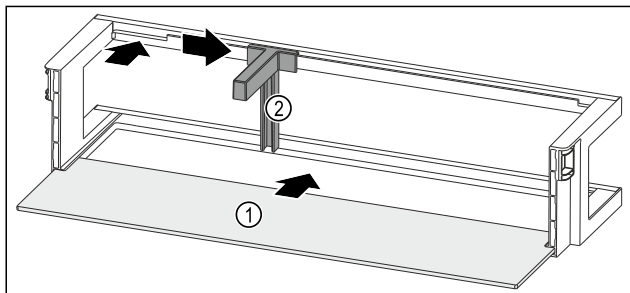

Fig. 217 Дверная полка со съемной полкой
- ▶ Вдвиньте съемную полку Fig. 217 (1) в боковые пазы.
- ▶ Установите держатель для бутылок Fig. 217 (2) в выемку.
- ▶ Сместите держатель для бутылок Fig. 217 (2) в нужное положение в сторону.